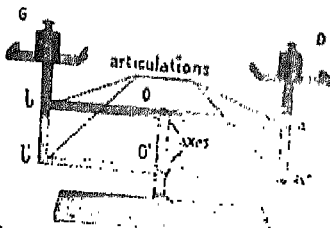

Fig. 8. — Photographie d'une balance de Roberval construite avec un jeu de constructions mécaniques ou avec des planchettes en bois.
6. Construisez une balance de Roberval avec un jeu de constructions mécaniques ou avec des planchettes en bois que vous préparerez à l'atelier. (fig. 8).